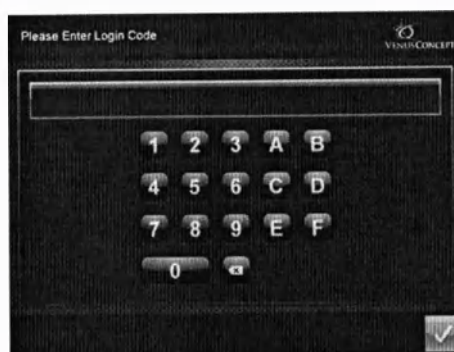

Рис. 20. Экран входа
2. На экране инструментов нажмите значок **Set Login Code**, как показано в Табл. 1; появится экран входа (Login screen) как показано на Рис. 20.